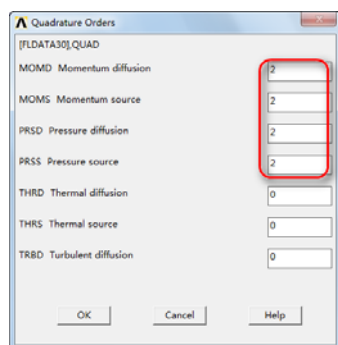

图 9-119 “Quadrature Orders”对话框
②依次选择 Main Menu→Solution→FLOTTRAN Set Up→Mod Res/Quad Ord→CFD Quad Orders, 会弹出“Quadrature Orders”对话框, 如图 9-119 所示, 在“MOMD Momentum diffusion”输入框输入 2, 在“MOMS Momentum source”输入框输入 2, 在“PRSD Pressure diffusion”输入框输入 2, 在“PRSS Pressure source”输入框输入 2, 在“THRD Thermal diffusion”输入框输入 0, 在“THRS Thermal source”输入框输入 0, 在“TRBD Turbulent diffusion”输入框输入 0, 单击“OK”按钮关闭该对话框。